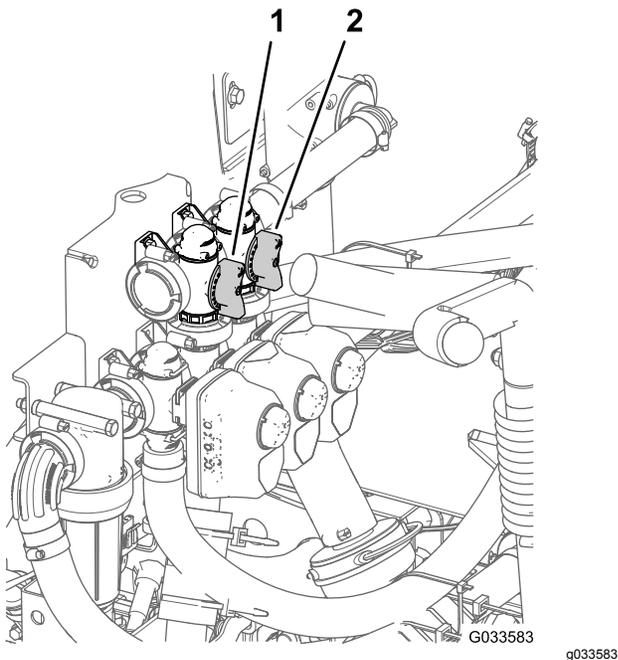

Bild 88
11. Stellen Sie das Rührwerksicherheitsventil (**Bild 88**) hinten am Rührwerkventil so lange ein, bis das Druckmanometer 6,9 bar anzeigt.
8. Stellen Sie den Griff am Sicherheitsventil des Hauptabschnitts ein, um die Rührwerkstärke im Behälter zu steuern (**Bild 88**).